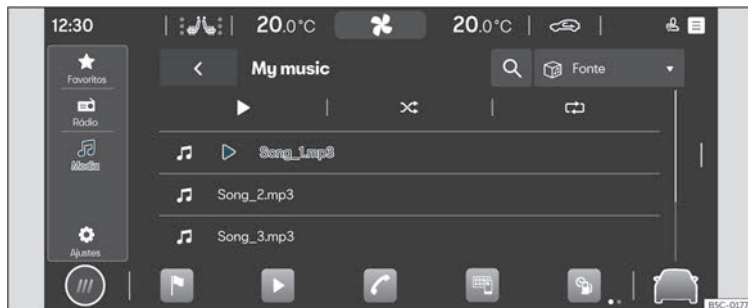

Fig. 132 Esquema: Vista Multimédia
- Pressione **HOME** > ► > >>> **Fig. 132**.